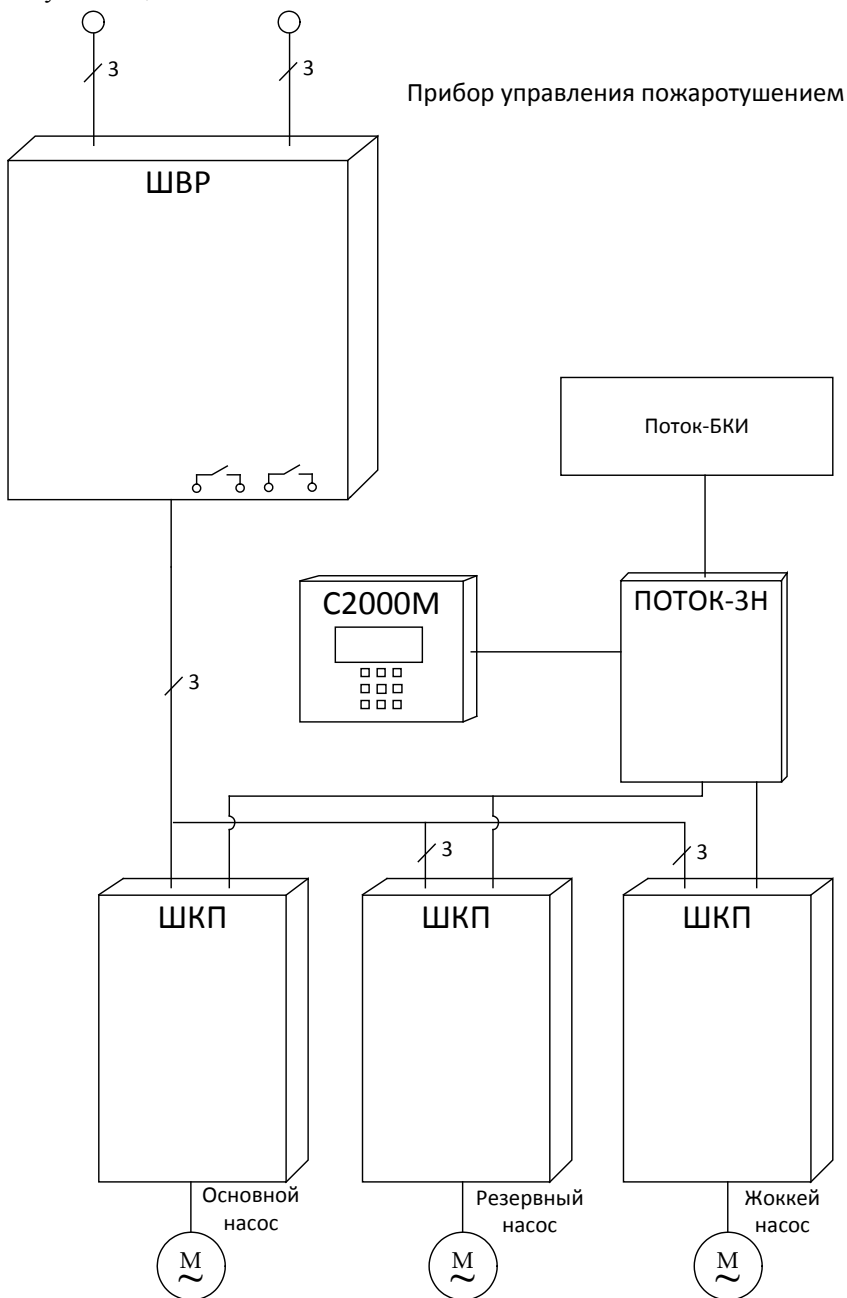

Рисунок 1. Схема питания ШКП в составе ППУ.
1.2.1 Питание ШКП и ППУ осуществляется от источника трёхфазной сети переменного тока 380 В. через шкаф ввода резерва «ШВР-30» (см. рис. 1), который имеет два ввода. «ШВР-30» обеспечивает автоматическое переключение с основного ввода на резервный при пропадании на основном вводе, и обратно.